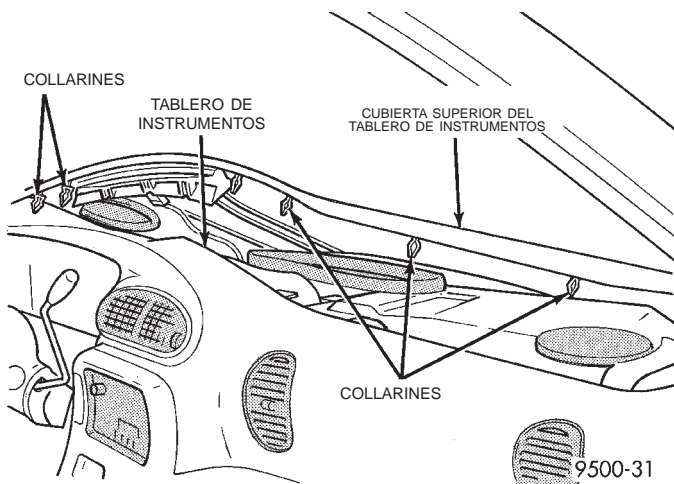

Fig. 41 Cubierta superior del tablero de instrumentos
(2) Con una varilla tapizada, desacople los collarines que sujetan el borde trasero de la cubierta superior al tablero de instrumentos (Fig. 41).